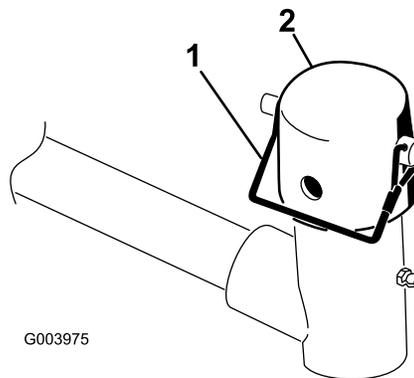

図 9
8. 昇降アームのピボットヨークからスナップピンとキャップを外す 図 9。
注 カッティングユニットをステアリングモードで使う場合はスロットを使い、固定モードで使用する場合には、穴を使う 図 9。